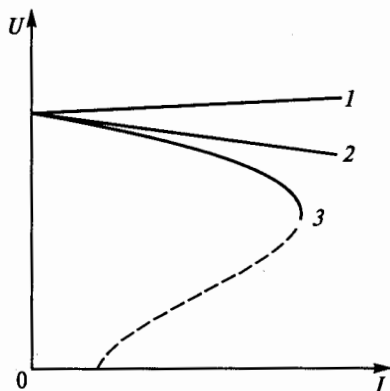

Рис. 240
**10.23.** Какая из трех приведенных на рис. 240 характеристик является внешней характеристикой генератора постоянного тока с параллельным возбуждением?
**10.24.** Внешняя характеристика генератора постоянного тока с независимым возбуждением представлена кривой 2 на рис. 240. Ка-